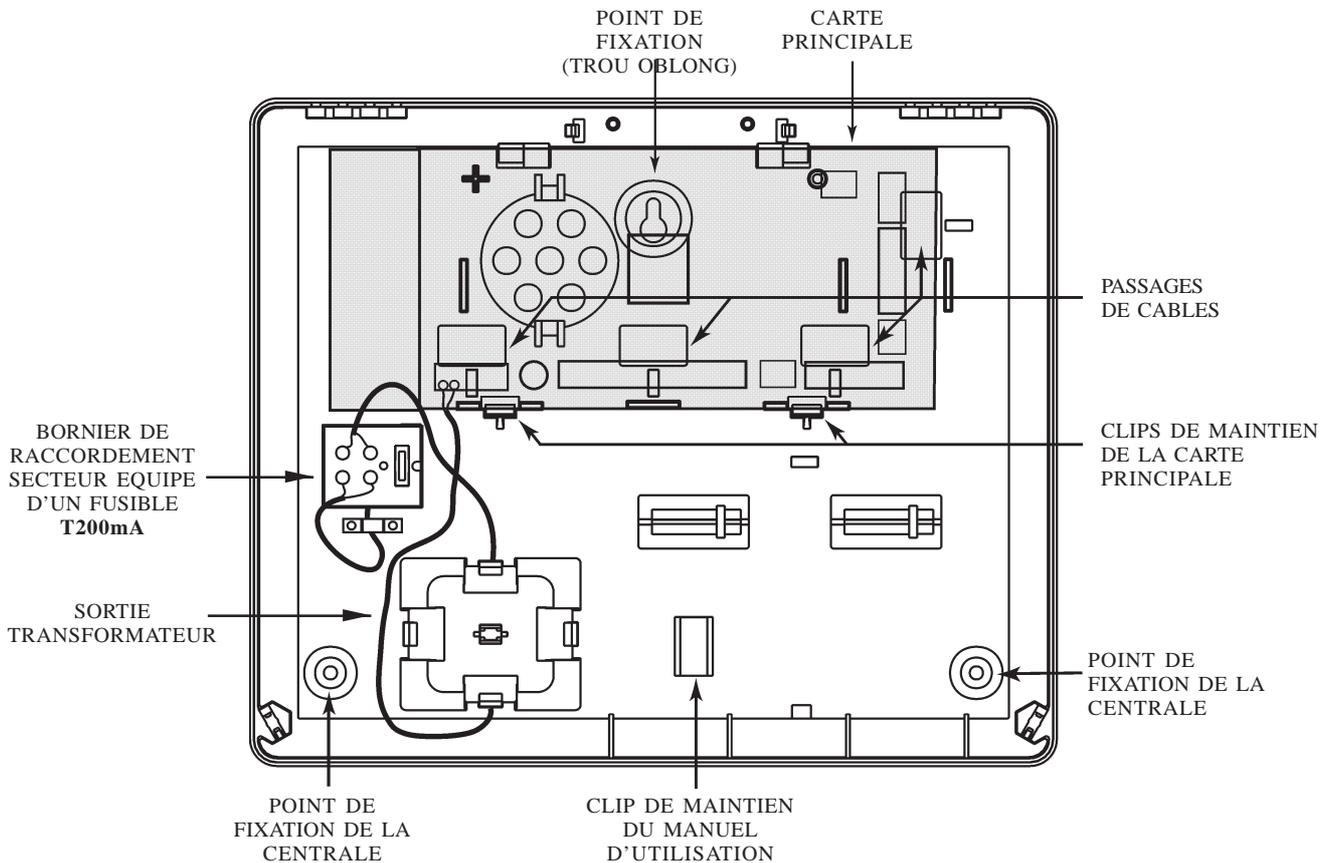

Figure 5. Centrales Galaxy 2 en boîtier plastique.
1. Retirer la carte principale de son logement, en appuyant légèrement sur les deux clips de maintien, se référer à la figure 5 ci-contre.